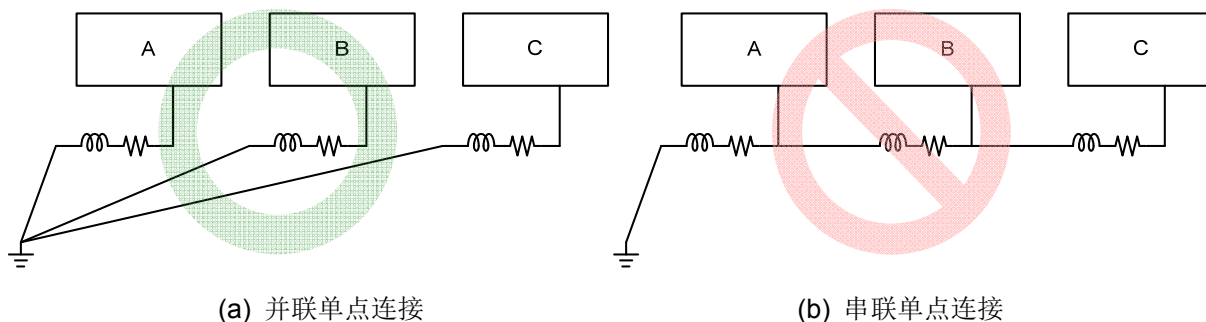

图 27 单点接地法示意图
6. 进行多组模块并联设计时，接地方式的好坏决定了模块日是否有互相干扰的问题。各组地平面的连结采用并联单点接地的方式进行，如图 27(a)所示，并且尽量以短而宽的走线方式实现。多组 MBI6662 并联使用的 PCB 布局如图 28 所示。